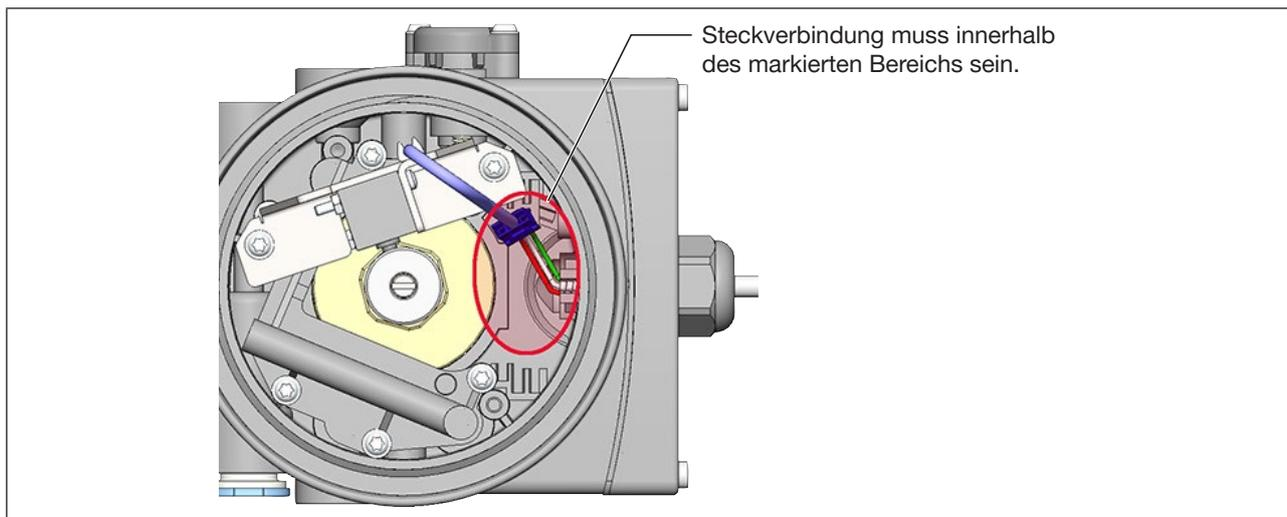

Bild 14: Position der elektrischen Steckverbindung im Wegaufnehmer
- Beim Festziehen der Kabelverschraubung auf die Position der Steckverbindung achten. Siehe markierter Bereich im nachfolgenden „Bild 14“.